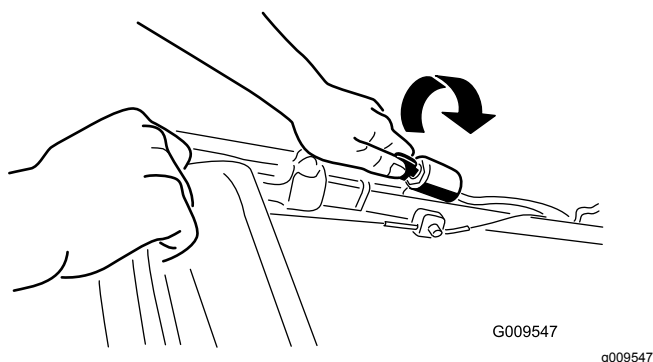
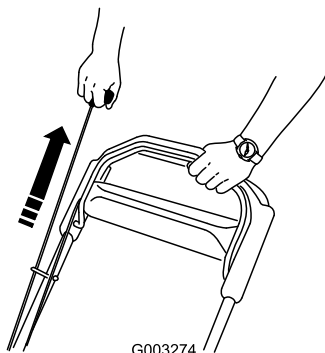

Figura 16
Figura 17
2. Girate la chiave di accensione (Figura 16) o tirate l'avviatore autoavvolgente (Figura 17).
Nota: Quando utilizzate l'avviatore autoavvolgente, tiratelo leggermente fino ad avvertire una certa resistenza, poi date uno strappo (Figura 17). Lasciate che il cordino si riavvolga nell'avviatore lentamente.